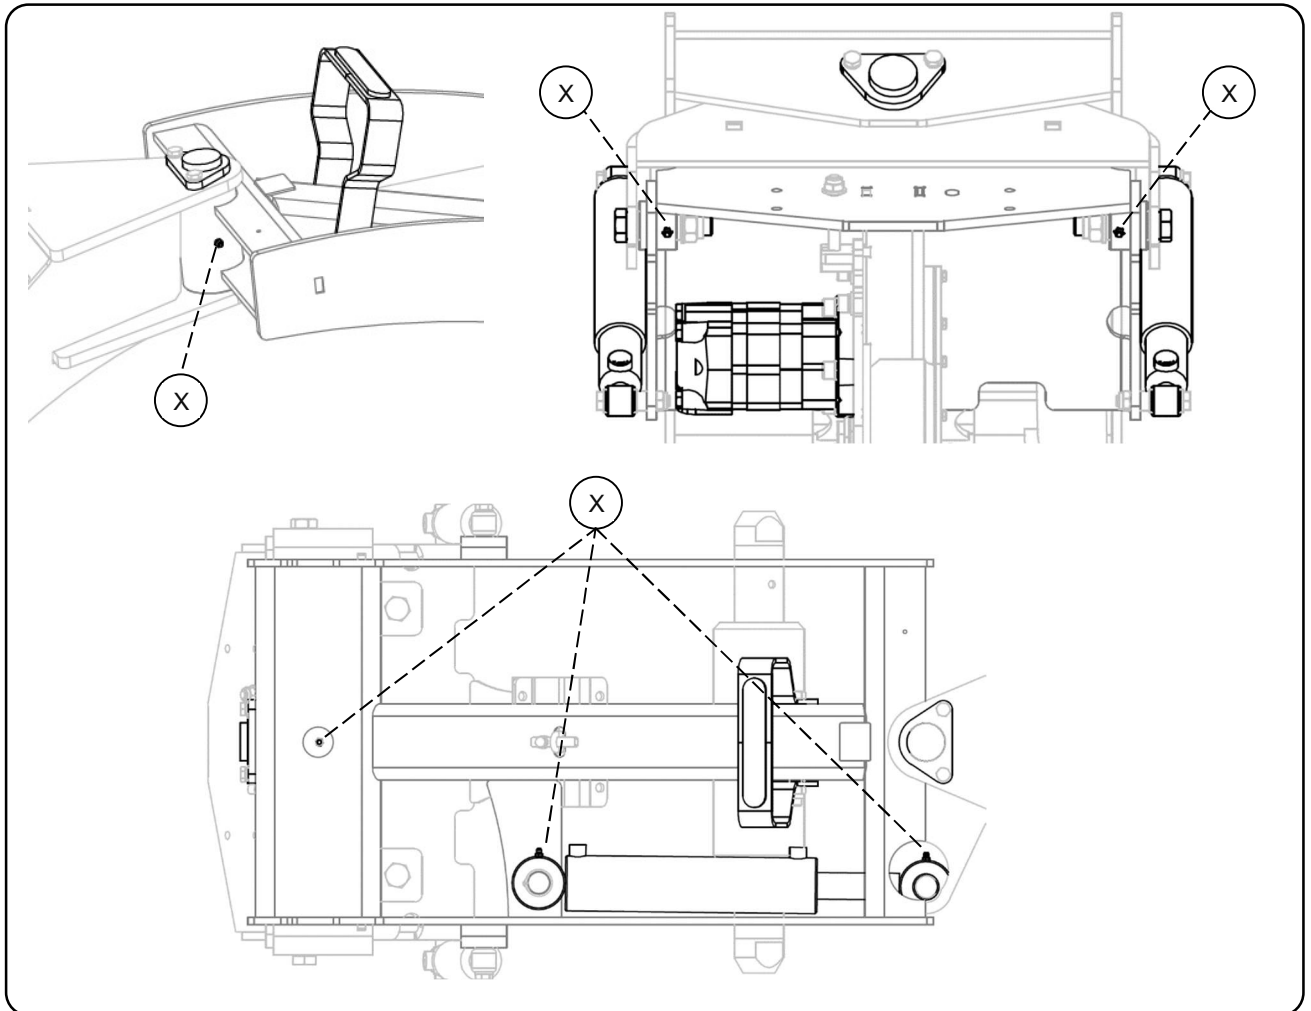

Bild.45: SVX smörjnings punkter översikt
Nipplar märkta med (X) på Bild.45 ska smörjas med 40 drifttimmars intervall eller varje vecka. Pumpa in fett i lagringen tills det kommer ut vid sidan av lagret, torka av överskottet.